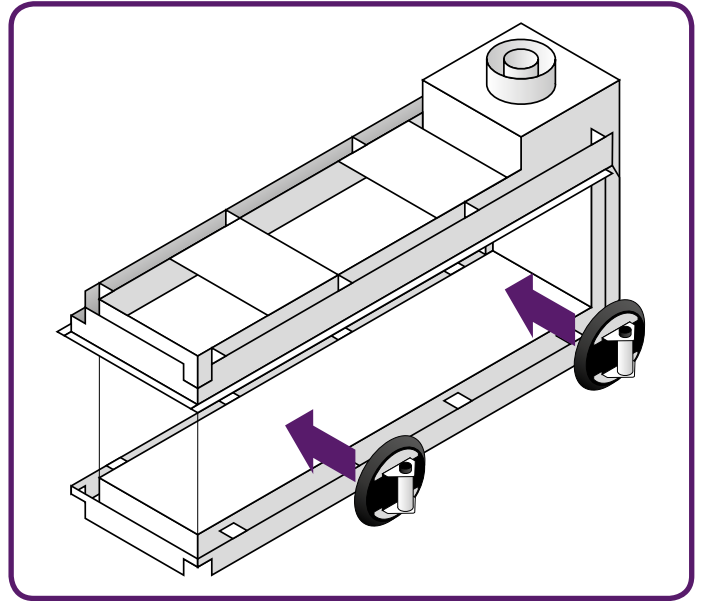

Figure 10.12 - Put on the suction cup
- Setzen Sie den Saugnapf auf die Scheibe und vergewissern Sie sich, dass er sich fest angesogen hat und sich nicht löst (Siehe **Abbildung 10.12**).